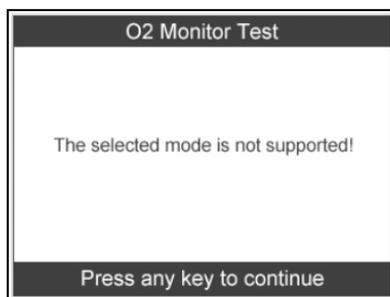

Imagen 6.18
- Si el vehículo no soporta el modo, aparecerá en pantalla un mensaje de aviso. (Imagen 6.18)